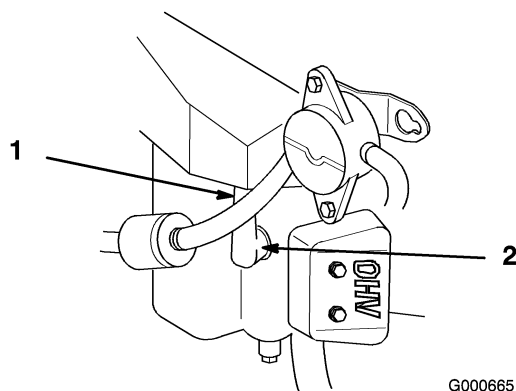

Figura 36
3. Togliete il cappello dalla candela (o candele) (Figura 36). Pulite l'area intorno alla candela (o candele) per evitare che la morchia penetri nel motore e lo danneggi.
3. Montate il cappello sulla candela (o candele) (Figura 36).